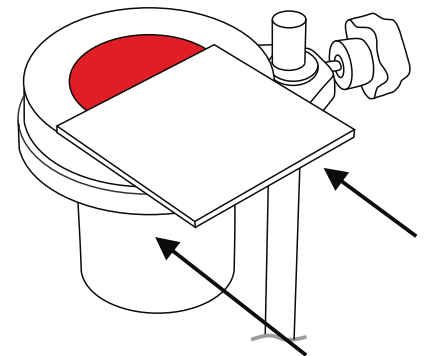

图 3
- 5 在杯子的边缘滑动玻璃板以除去过量的样品. 避免玻璃板和液体(图3)之间形成气泡.